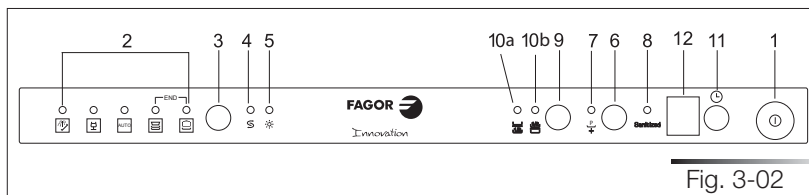

Fig. 3-02
Le lave-vaisselle est doté d'un bandeau de commande (voir fig. 3-02) au moyen duquel il est possible d'effectuer toutes les opérations de mise en marche, programmation et arrêt.
Pour exécuter les programmes **6, 7, 8, 9, 10** (voir tab. 3-02b), il faut appuyer sur la **touche programmes supplémentaires** (réf. 6 fig. 3-02) après avoir sélectionné le programme standard souhaité (voir programmes **1, 2, 3, 4, 5** sur tab. 3-02a).
Quand on appuie sur la touche marche/arrêt (réf. 1 fig. 3-02), on met le lave-vaisselle sous tension. Il faut ensuite attendre l'allumage de l'un des **voyants programmes** (réf. 2 fig. 3-02).
- Appuyer sur la touche **sélection programmes** (réf. 3 fig. 3-02) le nombre de fois qu'il faut pour que le voyant correspondant au programme souhaité s'allume (réf. 2 fig. 3-02).
La touche programmes supplémentaires (réf. 6 fig. 3-02) permet d'obtenir **cinq autres programmes** en plus de ceux que l'on peut sélectionner directement à l'aide de la touche sélection programmes.
- Pour annuler le programme en cours, il faut, après avoir ouvert la porte, appuyer sur la touche de **sélection programmes** (réf. 3 fig. 3-02) et la maintenir appuyée pendant quelques secondes jusqu'à ce que les voyants du quatrième et du cinquième programme s'allument en même temps (réf. pr.4, pr.5 fig. 3-03).
Avant de sélectionner le lavage demi-charge, ouvrir la porte du lave-vaisselle et sélectionner le programme de lavage souhaité (voir paragr. 3.2 "Sélection de programme de lavage, mise en marche et arrêt"). La sélection du lavage demi-charge s'effectue au moyen de la touche **demi-charge** (réf. 9 fig. 3-02) selon deux options différentes :
- en appuyant **une fois** sur la touche, on sélectionne le lavage sur le **panier supérieur** ; cela est confirmé par l'allumage du voyant correspondant (réf. 10a fig. 3-02) ;
- en appuyant **deux fois** sur la touche, on sélectionne le lavage sur le **panier inférieur** ; cela est confirmé par l'allumage du voyant correspondant (réf. 10b fig. 3-02) ;
Avant de sélectionner le **départ différé**, ouvrir la porte du lave-vaisselle et sélectionner le programme de lavage souhaité (voir paragr. 3.2 “Sélection du programme de lavage, mise en marche et arrêt”). La sélection du temps de retard s’effectue en appuyant sur la touche Départ différé (réf. 11 fig. 3-02) ; quand on appuie plusieurs fois sur la touche, l’afficheur visualise en séquence les temps de retard pour le démarrage du programme, à partir de **1 heure**.
Pour arrêter l'appareil, ouvrir la porte et appuyer sur la touche **marche/arrêt** (réf. 1 fig. 3-02).